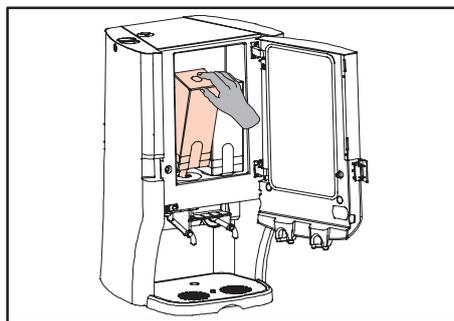

Fig. 10 Remplacez les packs d'ingrédients
- Retirez le pack vide du distributeur (fig. 10).